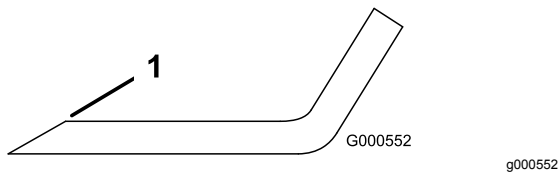

Bild 61
- Schärfen Sie die Schnittkante an beiden Enden des Schnittmessers mit einer Feile (Bild 61).
Hinweis: Feilen Sie, wenn das Schnittmesser nicht ausgewuchtet ist, vom Flügelbereich des Messers etwas Metall ab (Bild 61).